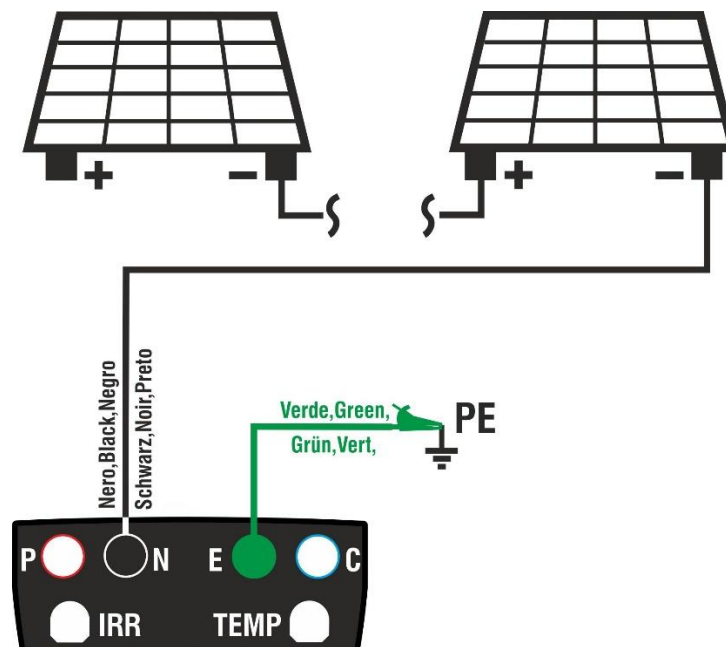

Fig. 8: Collegamento strumento per misura di isolamento in modo TMR
- Collegare lo strumento alla stringa FV in prova come mostrato in Fig. 8. **La prova può essere eseguita anche su più stringhe in parallelo fra loro. Si ricorda che occorre sezionare anche eventuali scaricatori connessi ai cavi della stringa/stringhe e che è consigliabile eseguire la misura a monte di eventuali diodi di blocco**